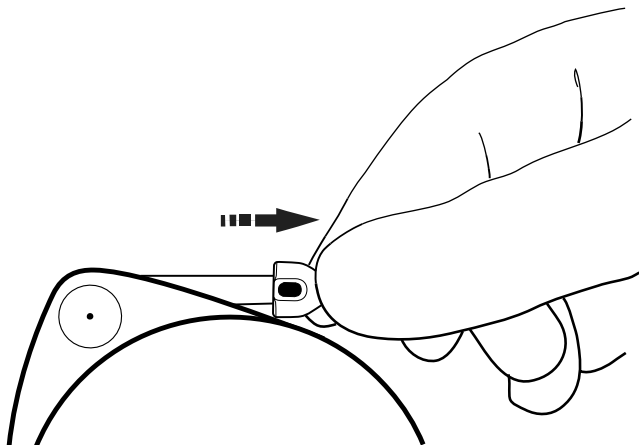

Figura 20. Verifica del corretto fissaggio del connettore alla pompa.
- b. Tirare il connettore dalla pompa come per rimuoverlo. Il connettore deve risultare fissato saldamente (Figura 20).